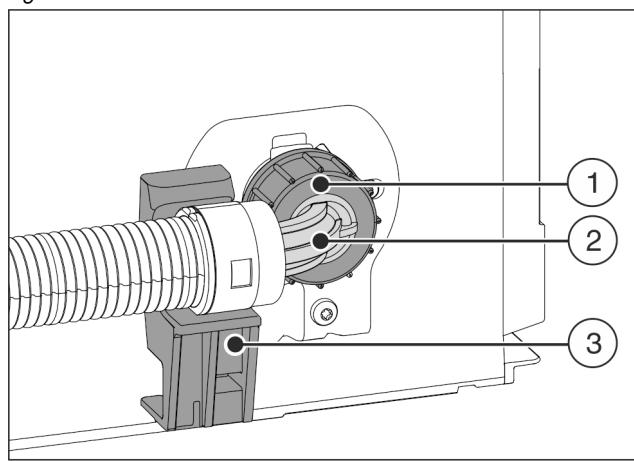

Fig. 9
- ▶ Umiestnite a pridržte zahnutý koniec hadice Fig. 9 (2) horizontálne na držiaku Fig. 9 (3).
- ▶ Naskrutkujtematicu Fig. 9 (1) rukou na závit, kým nedosiahnete bezpečné, pevné utiahnutie.